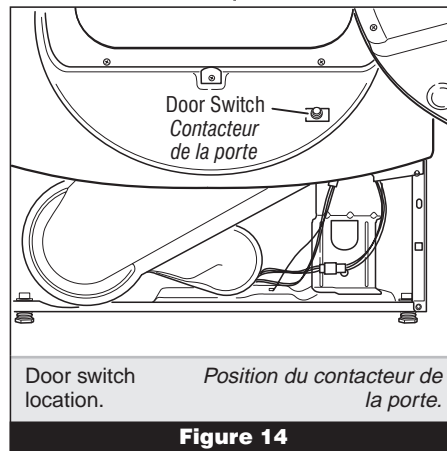

Figure 14
- Check that the wires between the door switch and machine control electronics are connected. See figure 14 for switch location, and see Accessing & Removing the Electronic Assemblies, page 15.
- Vérifier que les conducteurs sont bien connectés entre le contacteur de la porte et le module de commande électronique de la machine. La figure 14 indique la position du contacteur; voir aussi à la page 15, Modules électroniques – Accès et dépose.